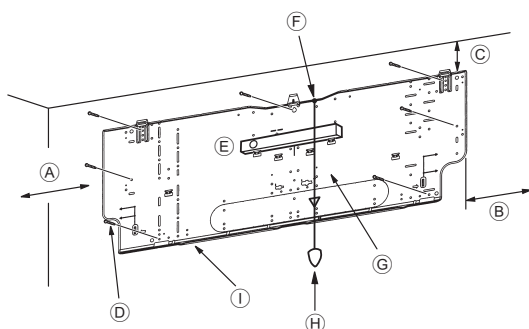
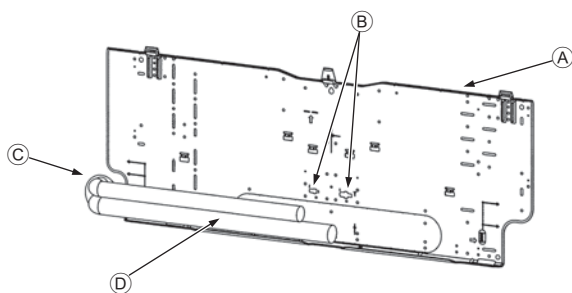

Fig. 3-4
Fig. 3-5
■ PKFY-P-VKM-E (Fig. 3-4)
- Ⓓ Viti di fissaggio (4 x 25) ②
- Ⓛ Piastra di montaggio ①
3.3. Inserimento dei tubi nella parete (Fig. 3-5)
- Ⓐ Piastra di montaggio ①